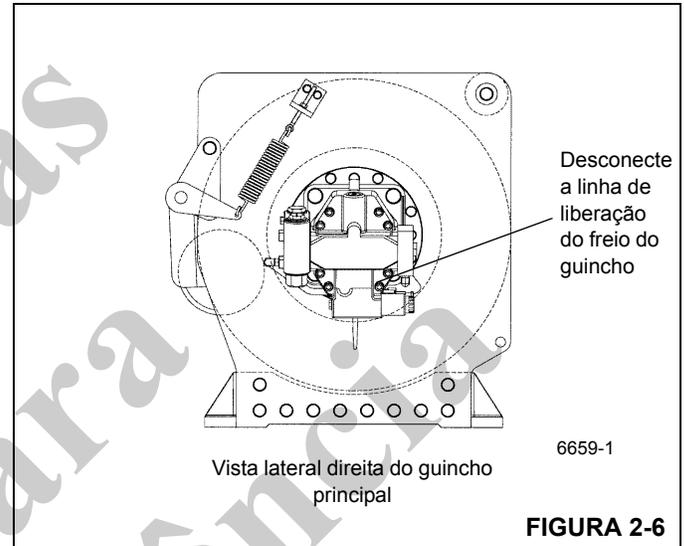

FIGURA 2-6
- Desconecte e tampe a mangueira que sai da válvula de controle direcional principal e vai até a entrada "A" de guincho(s) da válvula de controle do motor do guincho. Desconecte do guincho a linha de liberação do freio do guincho Figura 2-6. Tampe a conexão e coloque um bujão na mangueira.
- Desconecte do guincho principal a linha de liberação do freio do guincho Figura 2-6. Tampe a conexão e coloque um bujão na mangueira.